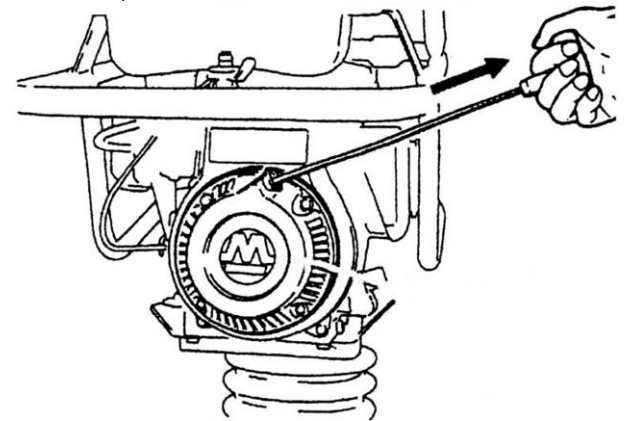

Fig. 2.6
5. Starta genom att dra i starthandtaget på magnapullstarten (Fig. 2.6). Dra först tills startmekanismen "greppar" därefter kraftigt och snabbt. Följ med tillbaka med handtaget.